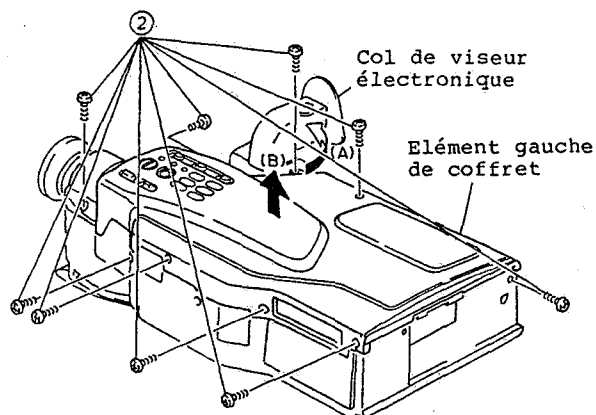

Fig. 2-1
1. Faire pivoter le col du viseur électronique en agissant dans la direction indiquée par la flèche (A). (Se reporter à la figure 2-1)
2. Retirer les neuf (9) vis de fixation immobilisant la partie gauche du coffret.
3. Ecarter la partie gauche du coffret en agissant dans la direction indiquée par la flèche (B).